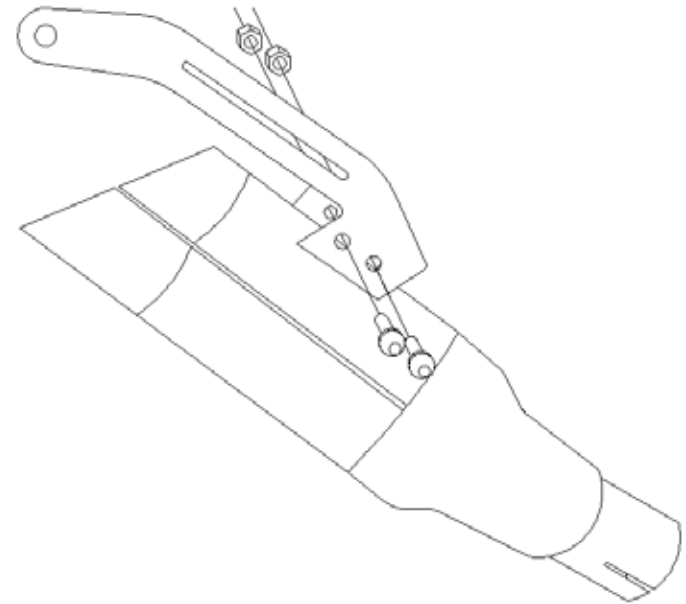

FIG.1
2. Attach the exhaust system, checking for proper alignment before tightening, like shown in the drawing. (FIG.1)
2. Mettre en place l'ensemble sur les raccords, vérifier l'alignement et visser l'ensemble en lieu. (FIG.1)
2. Encarar el sistema de escape, comprobando la correcta alineación antes de apretar, según la figura adjunta. (FIG.1)